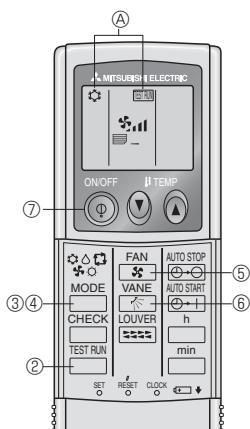

Fig. 7-2
7.2.2. Με ασύρματο τηλεχειριστήριο (Fig. 7-2)
- ① Τροφοδοτήστε με ρεύμα τη μονάδα τουλάχιστον 12 ώρες πριν τη δοκιμαστική λειτουργία.
- ② Πιέστε το κουμπί TEST RUN (ΕΛΕΓΧΟΣ) δύο φορές συνεχόμενα.